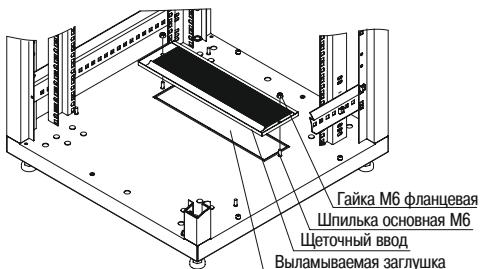

Рисунок 16 – Монтаж щеточного кабельного ввода
3.5.1 Для монтажа щеточных кабельных вводов в основании шкафа необходимо выломать металлические заглушки, совместить посадочные отверстия в кабельном вводе с осями шпилек основания, затем притянуть их к основанию двумя гайками M6 с фланцем (рисунок 16).